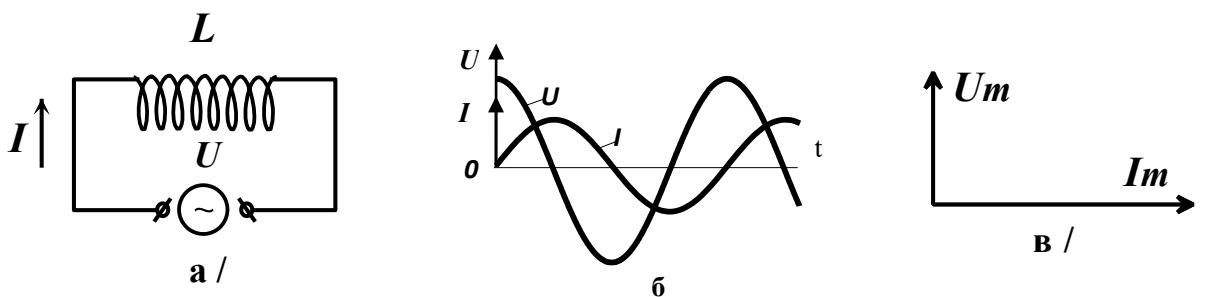

Рис. 3
Подадим переменное напряжение (1) на катушку индуктивности с пренебрежимо малыми сопротивлением и емкостью, как показано на рис. 3а.
На рис. 3б показана зависимость мгновенных значений напряжения и тока в цепи, содержащей индуктивность, от времени. Из рисунка и из сравнения соотношений (1) и (10) видно, что ток, текущий через индуктивность, отстает по фазе от напряжения на  $\pi/2$  (напряжение опережает ток на  $\pi/2$ ). На векторной диаграмме изменение во времени представляется вращением вектора против движения часовой стрелки. Если вектор тока направить горизонтально, то векторная диаграмма цепи, содержащей индуктивность, примет вид, представленный на рис. 3в.